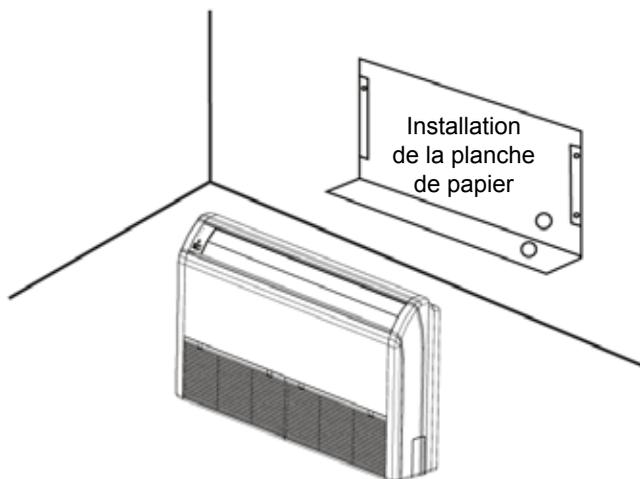
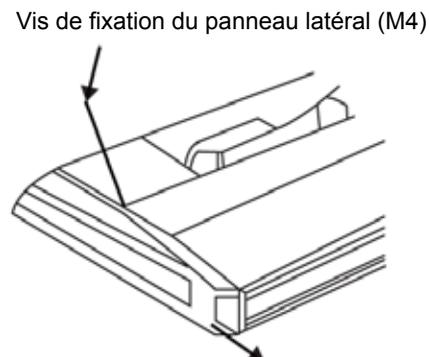

Fig. 2
Fig. 3)
- (1). L'unité doit être installée par des professionnels en conformité avec ce manuel d'installation pour s'assurer d'un bon fonctionnement.
- (2). Le transfert doit être effectué par des professionnels.
Ces deux types d'unités ont des procédures d'installation similaires comme suit : (1). Déterminez la position de montage sur le plafond ou sur le mur en utilisant le modèle de papier pour indiquer le cadre de la porte intérieure. Marquez le modèle et retirez-le (voir la Fig. 2).
- (2). Retirez la grille de retour, le panneau latéral et le support de suspension de l'unité intérieure selon la procédure ci-dessous.
- Desserrez la vis de fixation du panneau latéral et enlevez ce dernier. (Voir la Fig. 3).